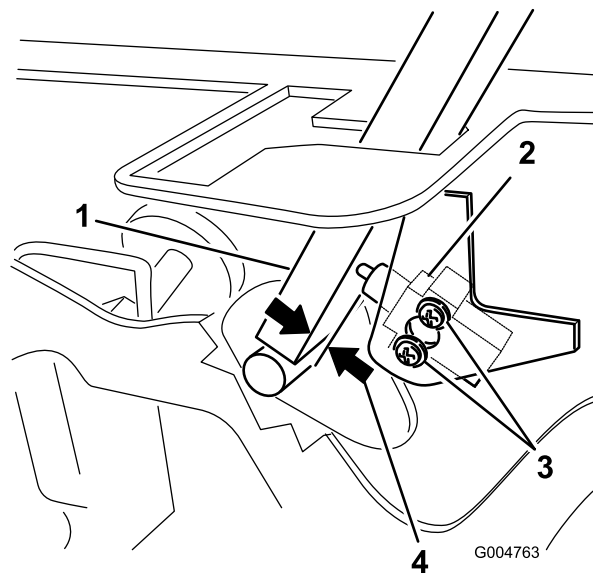

Bild 61
3. Lösen Sie die zwei Schrauben, mit denen der Sicherheitsschalter befestigt ist (Bild 61).
4. Halten Sie den Fahrtriebshebel gegen den Rahmen und schieben Sie den Schalter zum Hebel, bis der Abstand zwischen dem Hebel und dem Schaltergehäuse 0,4 bis 1 mm beträgt (Bild 61).